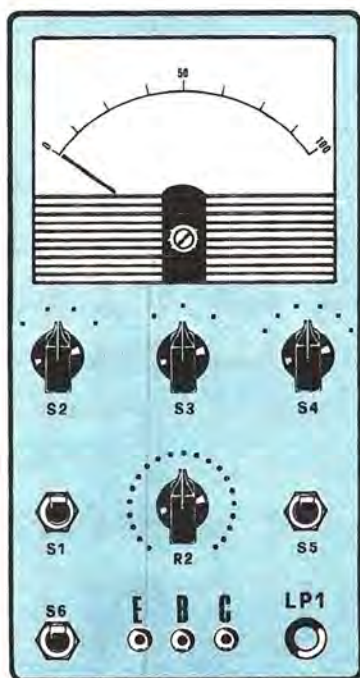

Fig. 10. Il pannello frontale del vostro provatransistor, può essere realizzato prendendo come spunto il disegno che vi presentiamo.
1. prendete una pila da 4,5 volt, un potenziometro da 100.000 o 220.000 ohm e realizzate il circuito di fig. 10. Nel collegare il potenziometro abbiate cura di ruotarlo in modo che in serie allo strumento risulti inserita tutta la resistenza ohmi-